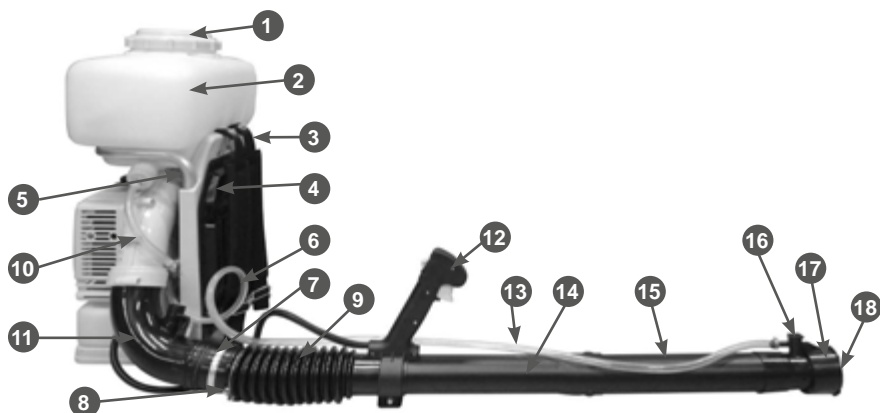
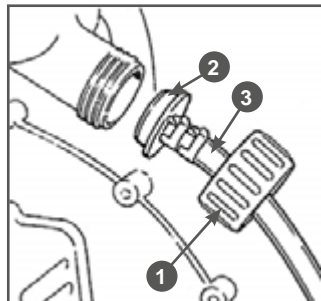

Рис. 1 Основные узлы и органы управления (вид сбоку)
Рис.9 Демонтаж всасывающего шланга насоса
Основные узлы и органы управления показаны на Рис. 1, 2.
2. Демонтируйте всасывающий шланг насоса 10 (Рис.1). Для этого необходимо открутить соединительную гайку 1 (Рис. 9) и вытащить редуктор 2 со шлангом 3.